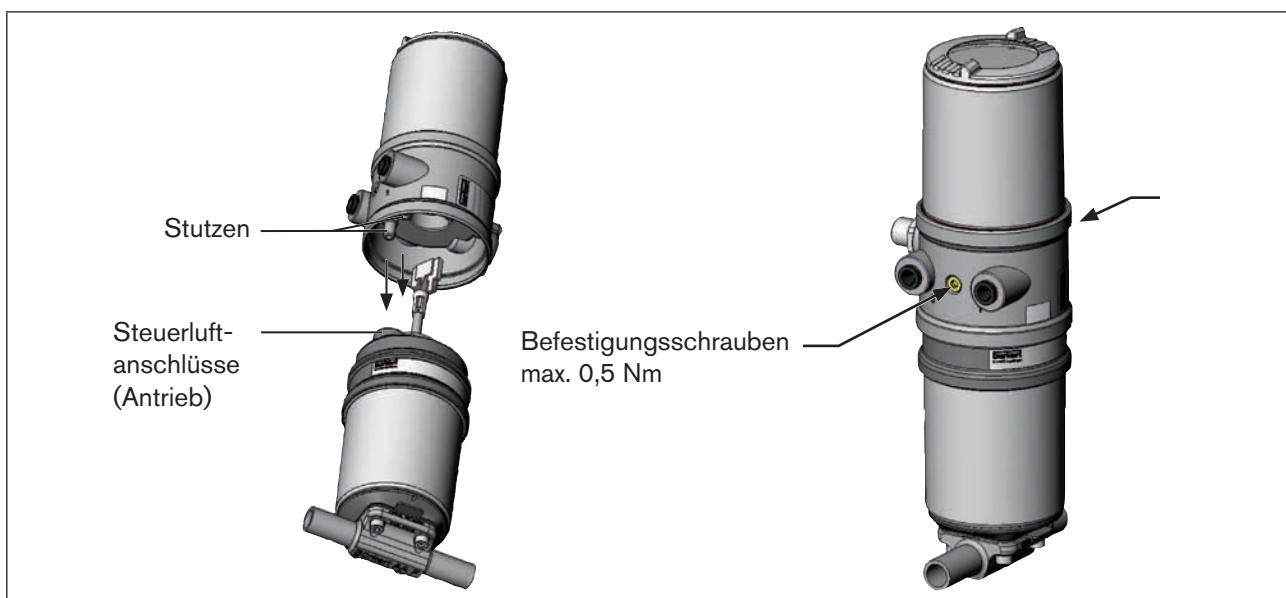

Bild 16: Montage Positioner
2. die Stutzen des Positioners in die Steuerluftanschlüsse des Antriebs (siehe auch „Bild 16“) hineinfinden.